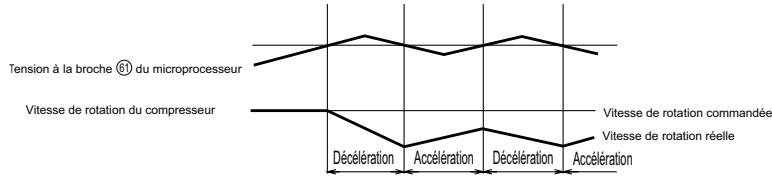

Fig. 6-3
La Fig. 6-3 représente le contrôle de vitesse de rotation. Lorsque la tension à la broche ⑪ du microprocesseur dépasse la valeur définie, le microprocesseur réduit la vitesse de rotation du compresseur, ainsi que la charge.